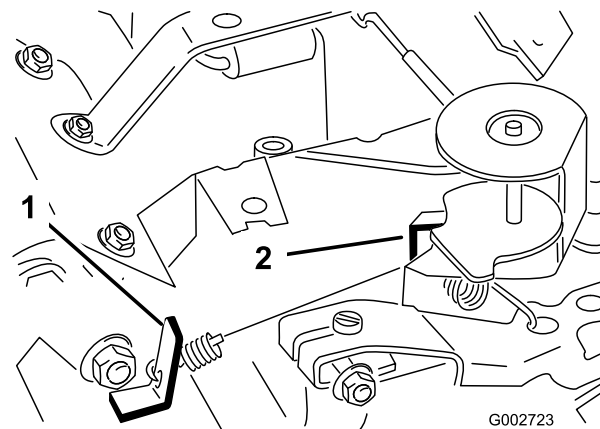

Figura 38
3. Dobre o batente da mola de velocidade intermédia (Figura 38) até obter uma velocidade de 1725 ± 50 RPM. Verifique a velocidade com um tacómetro.
5. Desloque a alavanca do regulador para a posição Fast (rápido). Dobre o batente da mola de velocidade elevada (Figura 38) até obter uma velocidade de 3400 ± 50 RPM.